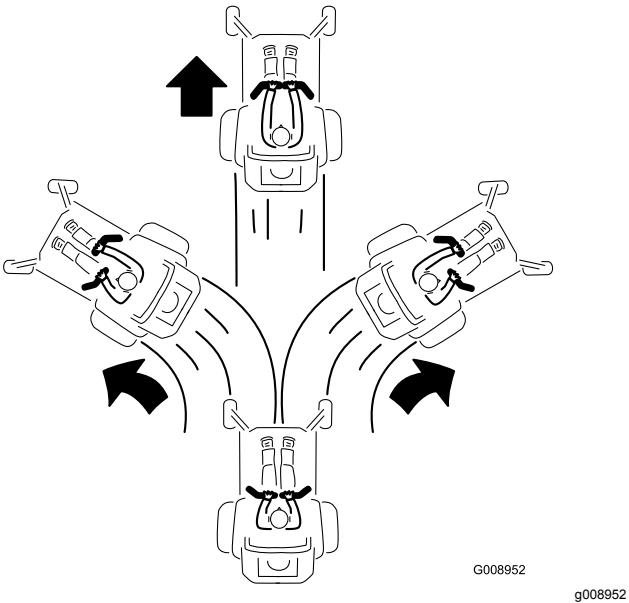

Figure 17
- 2. Pour vous déplacer en marche avant, poussez lentement les leviers de commande de déplacement vers l'avant (Figure 17).
Pour vous déplacer en ligne droite, appliquez une pression égale sur les deux leviers de déplacement (Figure 17).
Pour tourner, relâchez le levier de commande correspondant à la direction que vous voulez prendre (Figure 17).